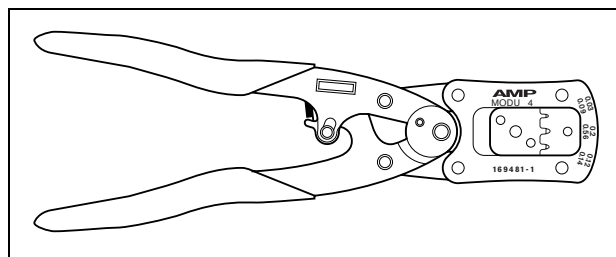

Abb. 19.11: Tyco-Zange AMP Modu 4 169481-1
- Tyco-Zange AMP Modu 4 169481-1 (siehe Abb. 19.11)